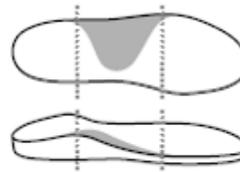

Abb. 3: Längsgewölbestütze
- Längsgewölbestütze (Abb. 3).